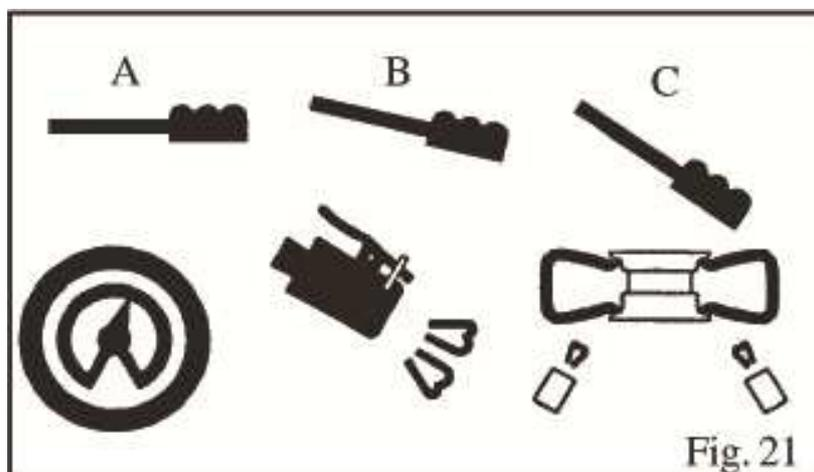

Fig. 21
- Bajar el pedal hasta la posición intermedia (B - Fig. 21).
- Si el talón del neumático no está bien colocado, debido a un talón rígido, levantar manualmente el neumático hasta que el talón superior se apoye contra la llanta y, luego, presionar el pedal hasta el fondo (C-Fig. 21). Un fuerte chorro de aire será liberado a través de las boquillas en las guías y esto ayudará a la colocación de los talones.
- Liberar los neumáticos; poner el pedal en la posición intermedia (B - Fig. 21) y continuar inflando el neumático con chorros de aire cortos, controlando constantemente la presión entre un chorro de aire y otro hasta que se alcance la presión requerida.